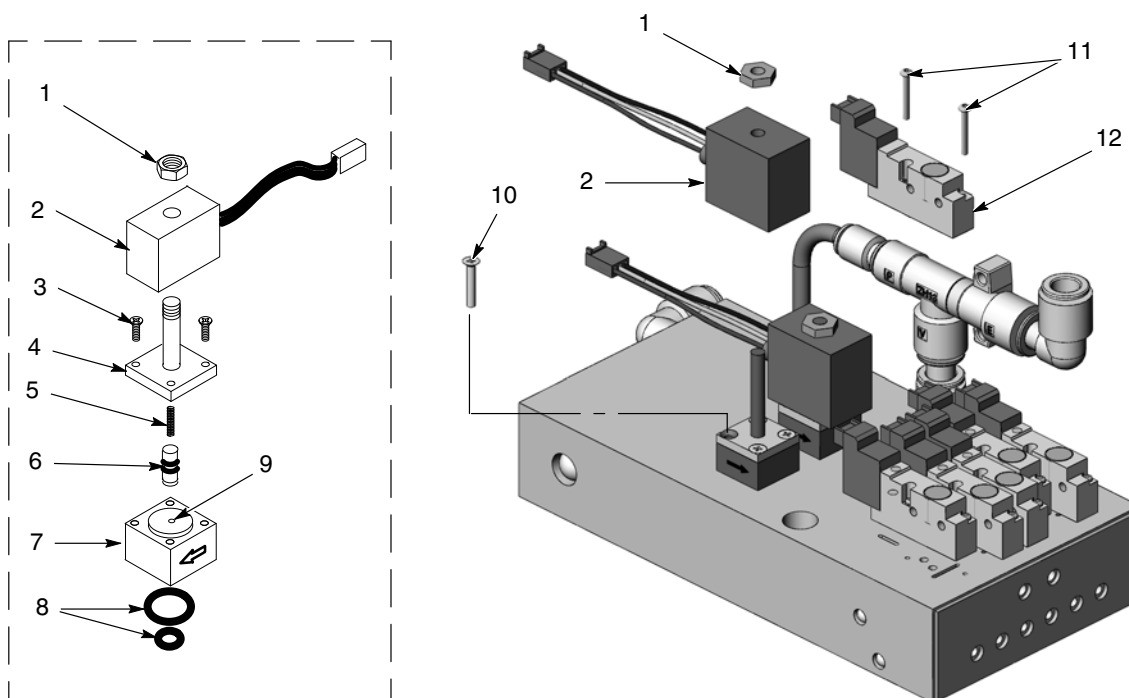

Bild 6-1 Reparation av fördelare
1. Se bild 6-1. Skruva av muttern (1) och spolen (2) från flödesregleringsventilen.
2. Skruva ur de två långa skruvarna (10) för att kunna ta av flödesregleringsventilen från fördelaren.
Se bild 6-1. Demontera ventilen genom att skruva av muttern (1), spolen (2), och de långa skruvarna (10).
Se bild 6-1. För att demontera magnetventilerna, skruva ur de två skruvarna (11) i ventilkroppen och lyft av magnetventilen (12) från fördelaren.